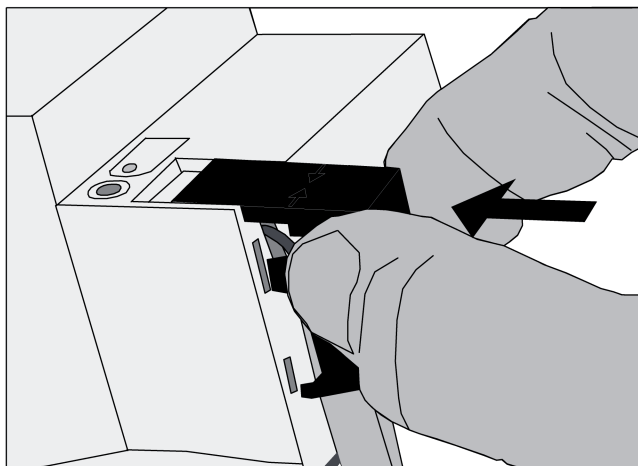

Figura 6: Applicazione della calotta di copertura
- Applicare la calotta di copertura sul morsetto del bus e farla scattare in posizione (figura 6).